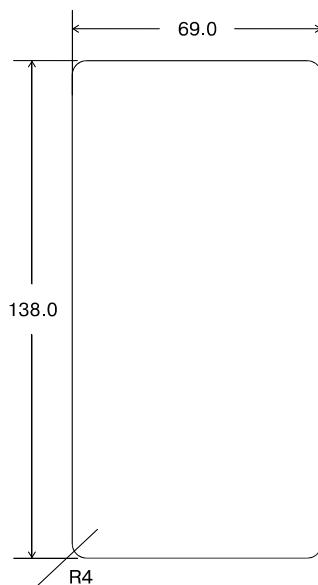

Рис.6.
- Установить вторичный блок в щите. Разметка под установку приведена на Рис. 6.
На Рис. 6 приведена разметка под установку блока ВК-361ТРД в щите.